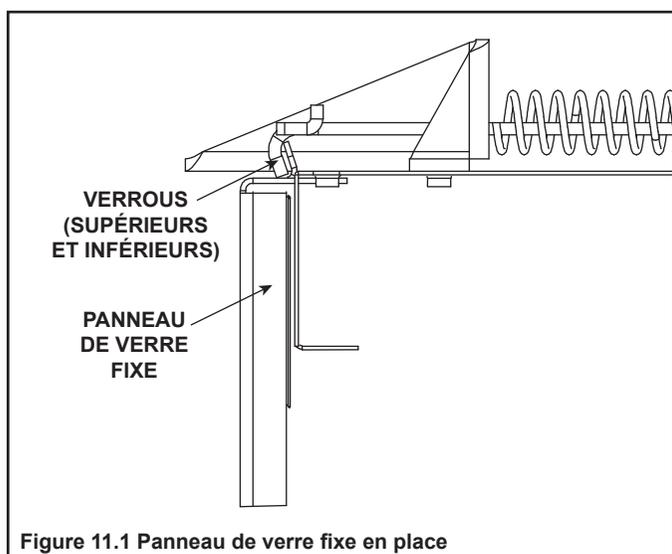

Figure 11.1 Panneau de verre fixe en place
- Sortez les quatre verrous du panneau de verre fixe hors de la gorge du cadre. Enlevez le panneau de verre fixe de l'appareil (voir la figure 11.1)